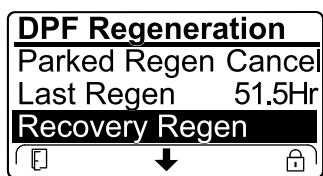

Рисунок 48
- Если компьютер двигателя не запрашивал восстановительную регенерацию, а вы перешли вниз к опции RECOVERY REGEN (ВОССТАНОВИТЕЛЬНАЯ РЕГЕНЕРАЦИЯ), восстановительная регенерация будет заблокирована и в нижнем правом углу дисплея инфо-центра появится значок «Замок» (Рисунок 48).